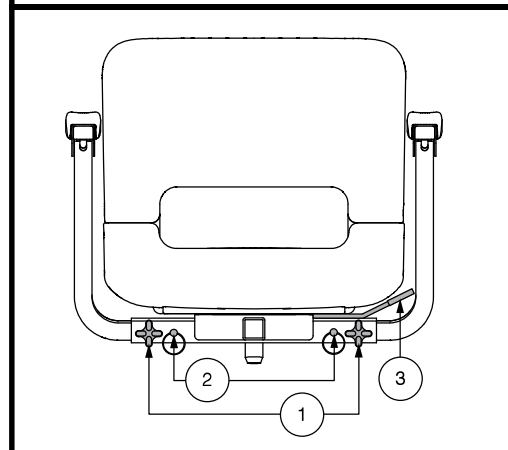

Figura 21. Regolazioni del sedile - Stile A
1. Allentare le manopole di regolazione del bracciolo. Vedere figura 21.
1. Spingere in avanti la leva sblocco sedile per liberarlo. **Vedere figura 21 o 22.**